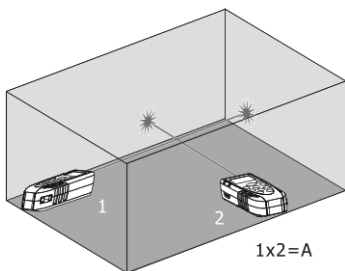

Fig. 5: Ejemplo de medida de Área
3. Pulse la tecla  para realizar la primera medida (longitud) de la superficie a medir (vea Fig. 5). El valor correspondiente se inserta en la primera pantalla parcial. El símbolo "" se muestra en pantalla con el lado "2" parpadeante
4. Pulse nuevamente la tecla  para realizar la segunda medida (anchura) de la superficie a medir (vea Fig. 5). El valor correspondiente se muestra en la segunda pantalla parcial mientras que el valor total del área (actualizado) se reporta en la pantalla resultante